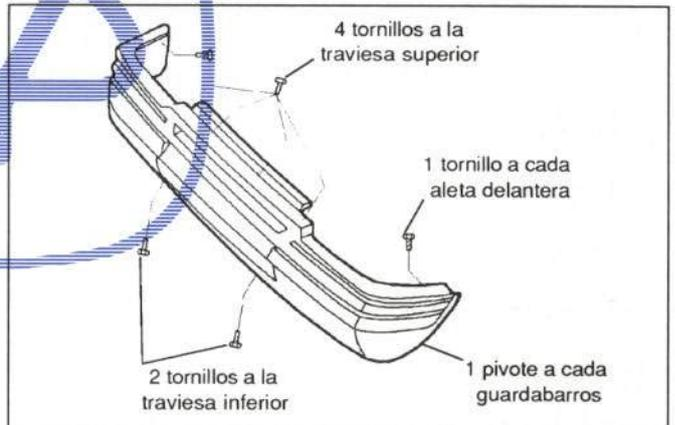

Figura 14.- Fijación del paragolpes delantero
En la figura 14 se muestra su fijación
- Paragolpes (figura 14)